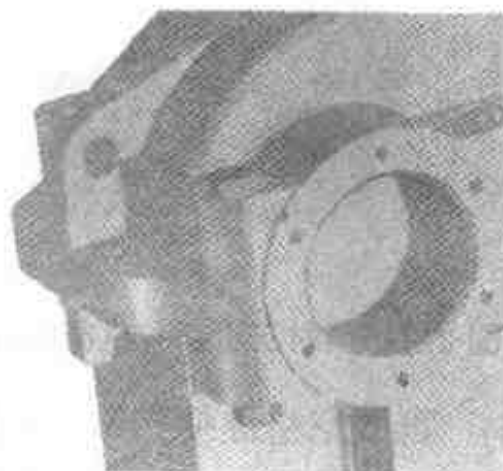

图 3.151 插入第一个紧固螺栓
- (5) 关闭无约束装配操作，结果如图 3.151 所示。